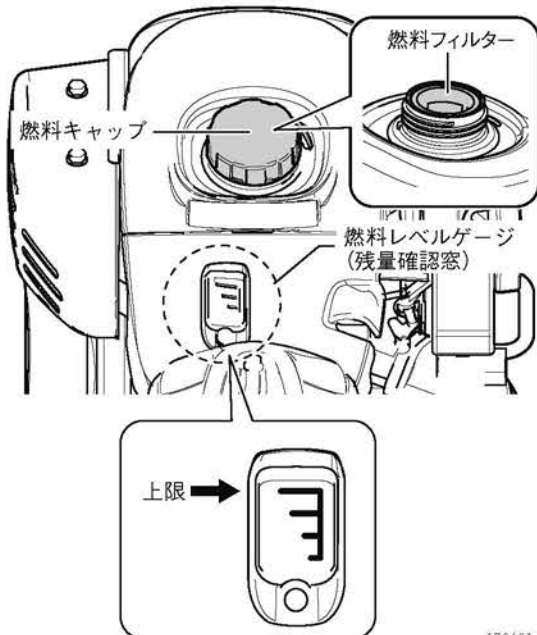

図 4-12 燃料の残量確認
3. 燃料タンク後の燃料レベルゲージで、燃料の残量を点検します。(図 4-12)
4. 不足している場合は、燃料レベルゲージの上限を超えないように補給します。この位置が規定量です。(図 4-12)